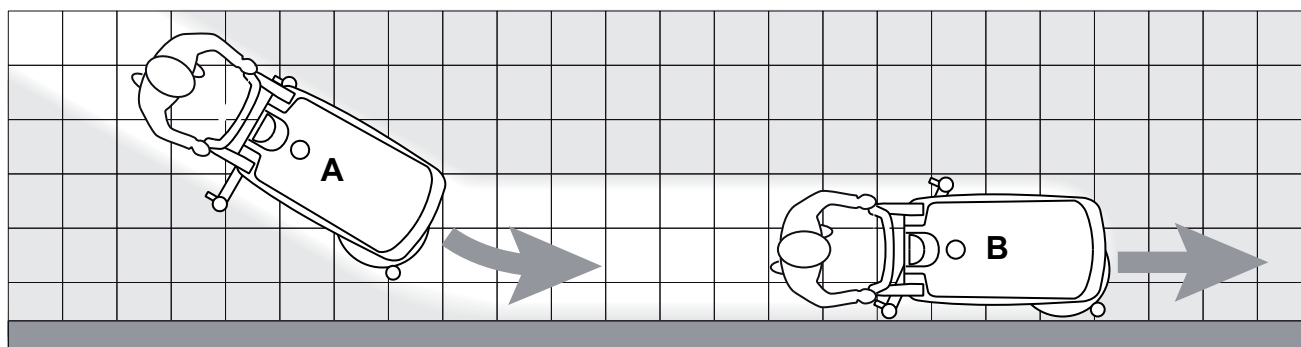

Figure 1
*Pour un lavage / séchage correct du sol près du mur, Nilfisk Alto recommande d'approcher le côté droit de la machine, comme illustré dans la figure 1.*